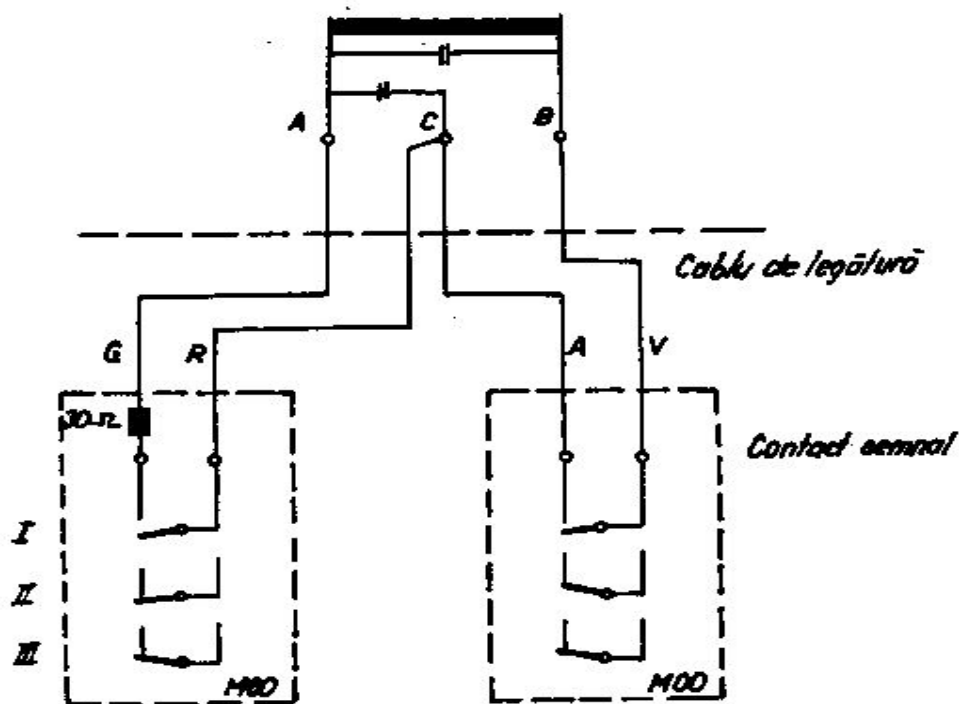

Fig. 35 Schema electrică și conectarea la semaforul cu un braț și prevestitor al semnalului de ieșire, echipat cu inductor de cale de 1000/2000 Hz
d) Semaforul cu un braț și prevestitor al semnalului de „ieșire”, în stare normală pe „oprește”, echipat cu inductor de cale de 1 000/2 000 Hz (fig. 35 și fig. 36).